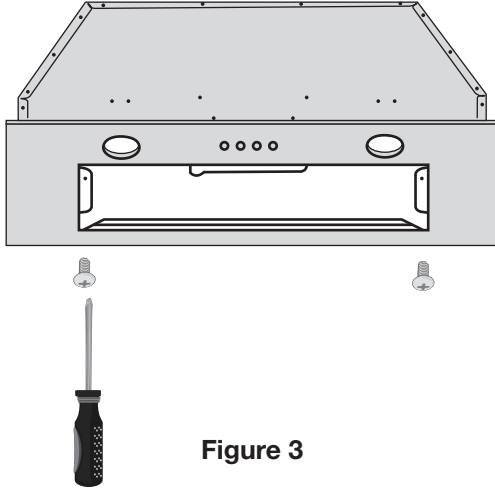

Figure 3
- Retirez les filtres, les lampes à DEL et le couvercle de la hotte. (Voir figure 3)